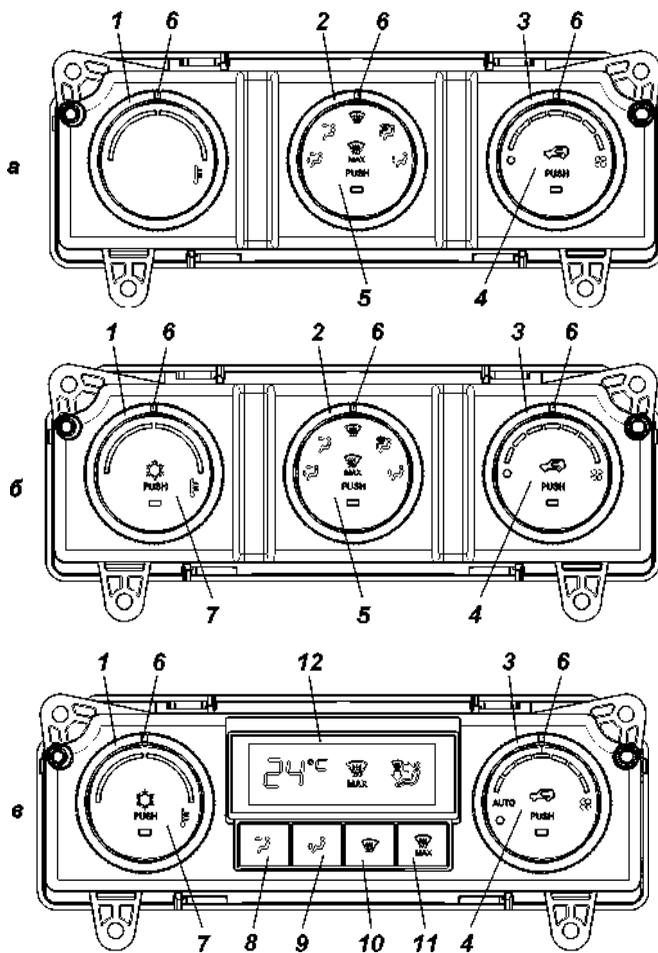

Рис. 3.24. Пульт управления отопителем:
Контроллер диагностирует ошибки и сообщает водителю об этом, путем включения на 10 с с частотой 1 Гц светового индикатора расположенного в кнопочном переключателе 4 (рис. 3.24 а,б,в) при каждом включении зажигания.
Панель управления (рис. 3.24)
Диапазон управления: LO, 19 °С ~25 °С, Hi с шагом 1 °С (рис. 3.24 в).
LO -режим управления максимальным охлаждением (рис. 3.24 в);
Hi -режим управления максимальным нагревом (рис. 3.24 в).
**2 -поворотный переключатель распределения потоков воздуха** (рис. 3.24 а, б).
Положение «Auto» (рис. 3.24 в): для достижения желаемой температуры система будет управляться автоматически.
**4 -кнопочный переключатель режима «приточный воздух-рециркуляция»** (рис. 3.24) со световым индикатором.
**7 -кнопочный переключатель режима кондиционирования** (рис. 3.24 б,в) со световым индикатором.
Приточная вентиляция салона осуществляется по тем же каналам, при крайнем левом положении рукоятки 1 (рис. 3.24). Вытяжная вентиляция осуществляется через решетки с клапанами на боковинах и через опущенные стекла дверей.
Режимы работы пульта (рис. 3.24)
При вращении ручки вентилятора 3 (рис. 3.24) в пределах делений 1 и 7, система включается на ручную регулировку, и скорость вентилятора повышается на одно деление вверх и вниз в пределах делений.
В этом режиме пульт переводит заслонку воздухораспределения в положение «На стекло», заслонку подмешивания в положение, соответствующее 7-мой позиции переключателя 1 (рис. 3.24). Вращение вентилятора при этом происходит со скоростью, соответствующей 7-мой позиции переключателя 3. В данном режиме работы пульт не реагирует на изменения положений поворотных переключателей.
**Режим «АУТО»** включается выключателем 3 (рис. 3.24 в) в положении «АУТО».
переключателем 1 (рис. 3.24 в) температура поддерживается автоматически. Датчик температуры в салоне расположен только в консольной части панели приборов, поэтому автоматический контроль поддерживает заданную температуру только в зоне пояса водителя и переднего пассажира. Для обеспечения комфортных условий задних пассажиров используйте «Ручной режим». При этом можно вручную (кнопками режимов 8, 9,10) задать нужное распределение потоков воздуха.
Включение кондиционера производится нажатием кнопки 7 (рис. 3.24 б,в).
**ВНИМАНИЕ!** При длительной работе кондиционера на холостом ходу двигателя и при движении в тяжелых условиях с нагрузкой на двигатель близкой к максимальной, с целью исключения перегрева двигателя, возможны частые отключения компрессора кондиционера со снижением эффективности охлаждения салона. Для повышения эффективности работы кондиционера при данных условиях эксплуатации, рекомендуется увеличить скорость вращения вентилятора климатической установки поворотом переключателя 3 (рис. 3.24) и установить минимальную температуру воздуха поворотом переключателя 1, дополнительно включить режим «рециркуляции воздуха» на не продолжительное время 5-10 минут.